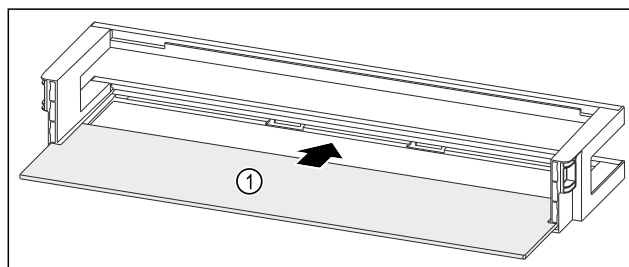

Fig. 66 Polica u vratima s policom za odlaganje
- Umetnite policu Fig. 66 (1) u bočna udubljenja.